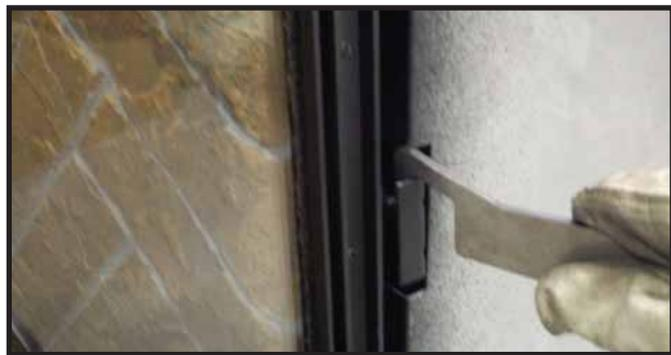

Figure 11.7. Sécuriser les clips de verre latéraux
3. Désengager les clips de vitre de gauche et droite, un à la fois en utilisant l'outil de retrait/installation du clip de vitre. Insérez l'outil à partir du sommet du clip de vitre latéral. Tirez légèrement l'outil pour dégager le clip de côté. Voir la figure 11.7.
5. Assurez-vous que le panneau de verre fixe est bien serré contre la face de la boîte à feu. Engagez les clips de verre de gauche et droite en utilisant l'outil du clip de verre. Voir la figure 11.7.